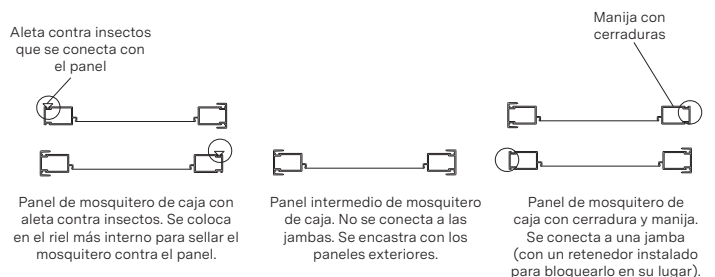

Figura 24
5. Los **paneles del mosquitero de caja** tienen diferentes componentes según la configuración. Identifique la ubicación correcta de los paneles del mosquitero utilizando la figura 24.